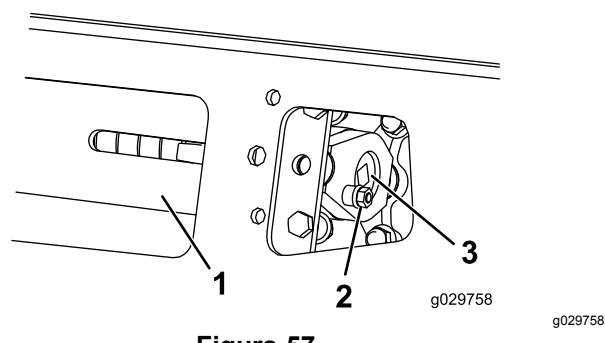
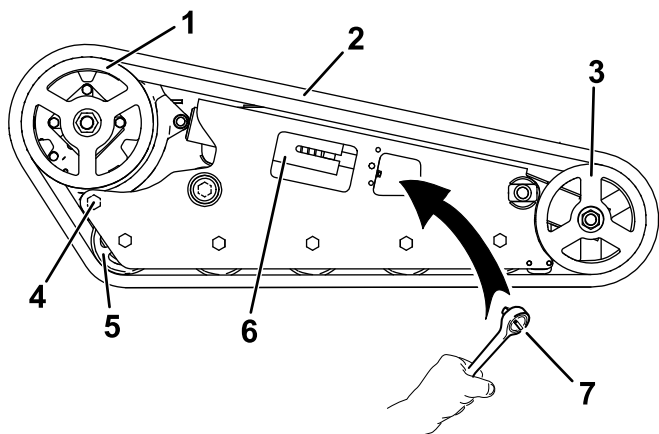

Figura 57
Figura 58
3. Retire el perno de bloqueo y la tuerca (Figura 57).
5. Alinee la muesca más próxima del tornillo tensor con el taladro del perno de bloqueo, y fije el tornillo con el perno de bloqueo y la tuerca (Figura 57).
4. Retire el perno de bloqueo y la tuerca (Figura 57).
5. Usando una llave de carraca de ½", alivie la tensión en la oruga girando el tornillo tensor en sentido horario (Figura 57 y Figura 58).
6. Afloje el perno trasero, cerca de la rueda motriz (Figura 58).
8. Cuando haya retirado la oruga de la rueda delantera, retírela del piñón de arrastre y de las ruedas de rodaje (Figura 58).
9. Envuelva la oruga alrededor de la rueda delantera (Figura 58).
10. Empuje la oruga por debajo de y entre las ruedas de rodaje (Figura 58).
11. Enrolle las orugas alrededor del piñón de arrastre (Figura 58).